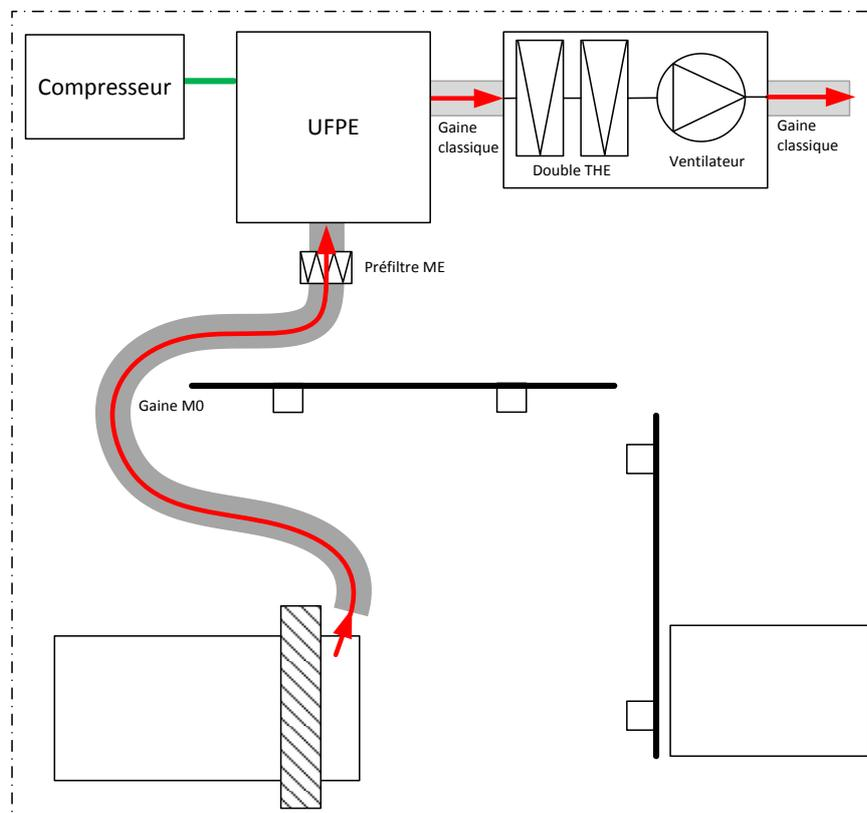
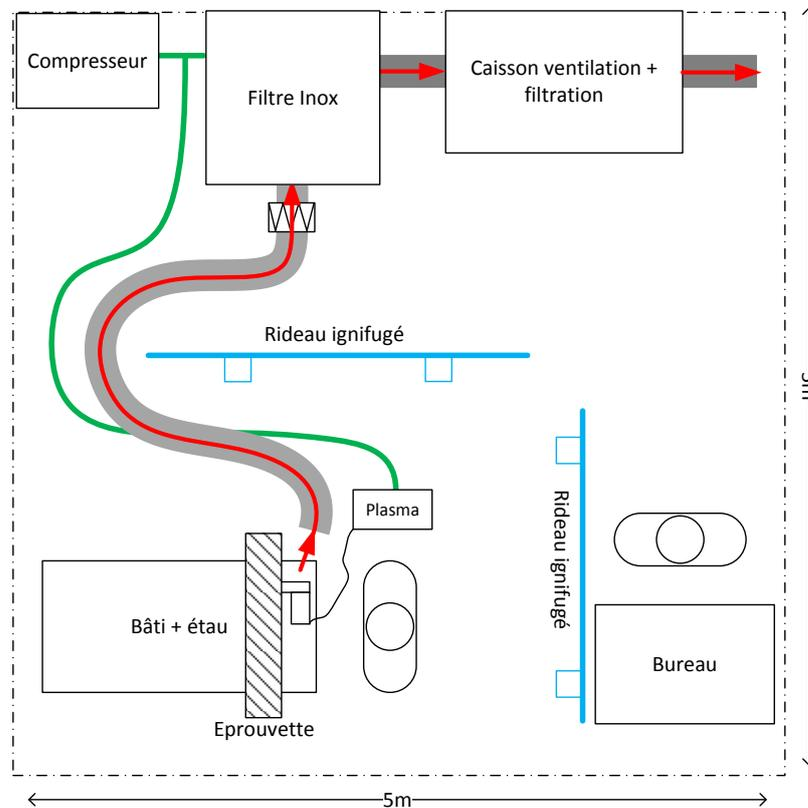

Figure 2 : Equipements à mettre en place pour faire fonctionner l'UFPE
Figure 5 : Equipements à mettre en place dans la zone d'essais
La Figure 2 représente le matériel nécessaire au bon fonctionnement de l'UFPE.
Les essais seront réalisés dans une zone de travail nécessitant un minimum de 25m². La Figure 2 représente les équipements nécessaires aux essais (listés dans les paragraphes ci-dessus). Lors des essais la buse de reprise des fumées sera positionnée à la source (20-30cm). La Figure 5 présente un exemple de configuration de la zone d'essais.
- Mise en place des équipements dans la zone d'essais comme indiquée dans la Figure 5;
- Mise en place des rideaux ignifugés comme indiquée dans la Figure 5 ;